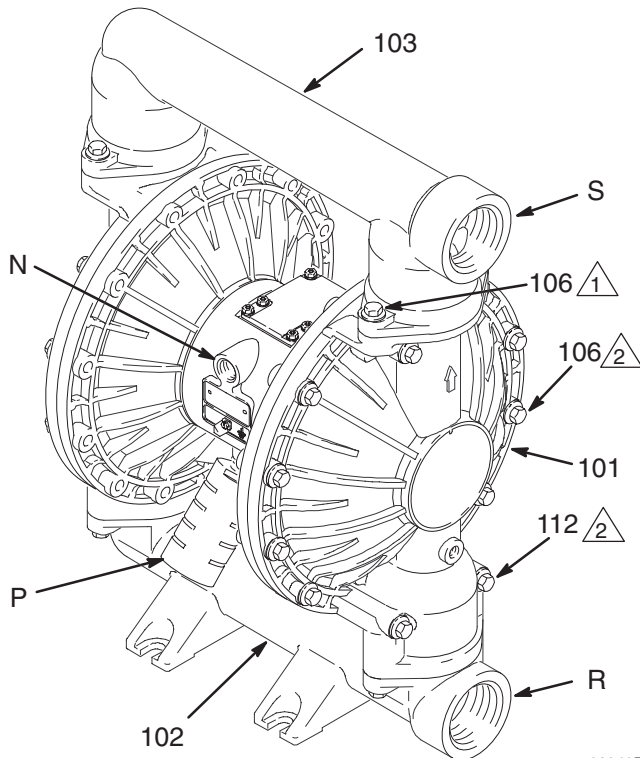

Abb. 3
4. Die Pumpe ist sehr schwer. Muß sie bewegt werden, so lassen Sie die Pumpe von zwei Personen anheben, wobei das Auslaß-Sammelrohrs (103) fest ergriffen wird. Siehe Abb. 3 auf Seite 8.
Bei Lieferung der Pumpe zeigen Materialeinlaß (R) und -auslaß (S) in die gleiche Richtung. Siehe Abb. 3. Zur Veränderung der Ausrichtung von Einlaß und/oder Auslaß:
1. Die Schrauben (106) lösen, mit denen der Einlaß- (102) und/oder Auslaßverteiler (103) an den Abdeckungen (101) befestigt ist.